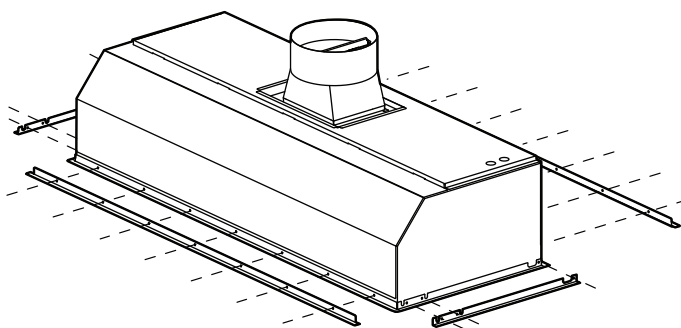

Figure 7 : Installation des garnitures
Pour un rendement optimal, la hotte devrait être installée au niveau avec le mur arrière. Pour des installations de ce genre, la moulure arrière n'est pas nécessaire (voir *Figure 7*).
- a) Placez les garnitures latérales à ras le bas du boîtier. Fixez-les en place à l'aide de (12) vis de $\frac{3}{8}$ po (9,5 mm), comme illustré sur la Figure 7.